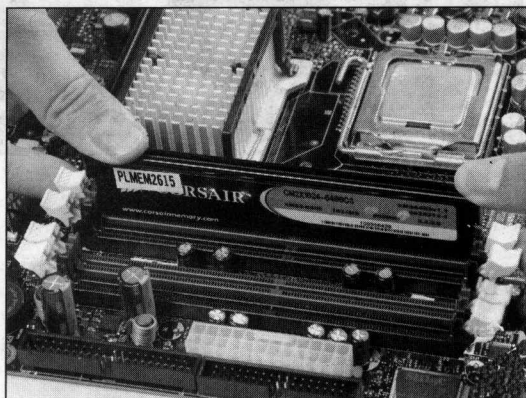

图 1-7 内存条安装
- ① 将内存插槽两端的白色手柄拨开。
- ② 按照插槽的方向将内存条插入内存插槽中。
③ 在内存条两端均匀用力往下按，听到“啪”的一声响，并且插座两端的白色手柄卡住内存条时表示内存已安装好，如图 1-7 所示。取下时，只要用力按下插槽两端的卡子，内存条就会被推出插槽。